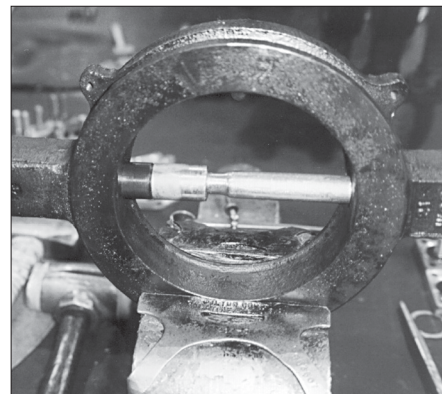

Figura 5 - Inserimento parziale della boccola dell'albero.
2. Per evitare di danneggiare il cuscinetto (8) dell'albero, spingere delicatamente il cuscinetto (8) nel collo del corpo dell'albero con la mano, oppure picchiettandolo leggermente con un martello di gomma.
3. Quando il cuscinetto (8) dell'albero è stato parzialmente inserito nel collo del corpo della valvola, inserire l'utensile di installazione/rimozione portandolo a contatto con il cuscinetto dell'albero superiore. (vedere Figura 5)